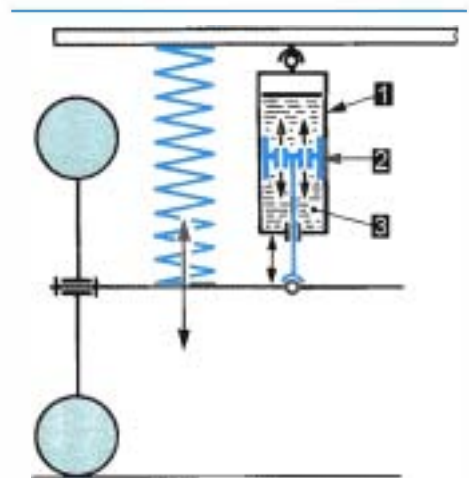

Figure 14.10 • Montage de l'amortisseur télescopique en parallèle avec la suspension.
- **Déplacement d'un piston dans un liquide** (figure 14.10). Les deux extrémités de l'amortisseur télescopique sont fixées, comme le ressort, d'un côté au train roulant et de l'autre à la caisse. À chaque débattement de suspension, le piston se déplace dans son cylindre. Ses mouvements sont gênés par la présence du liquide qui s'oppose à son déplacement.